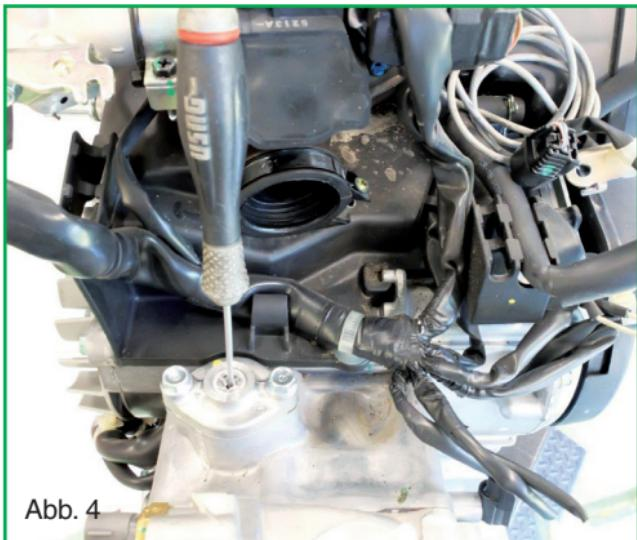

Abb. 4
- Die Schraubkappe des Kettenspanners entfernen und die Schraube bis zur Blockierung anziehen (Abb. 4).
- Einen Schraubendreher in die Bohrung einfügen, dann die Schraube bis zum Feststellen im Uhrzeigersinn drehen (Abb. 4).